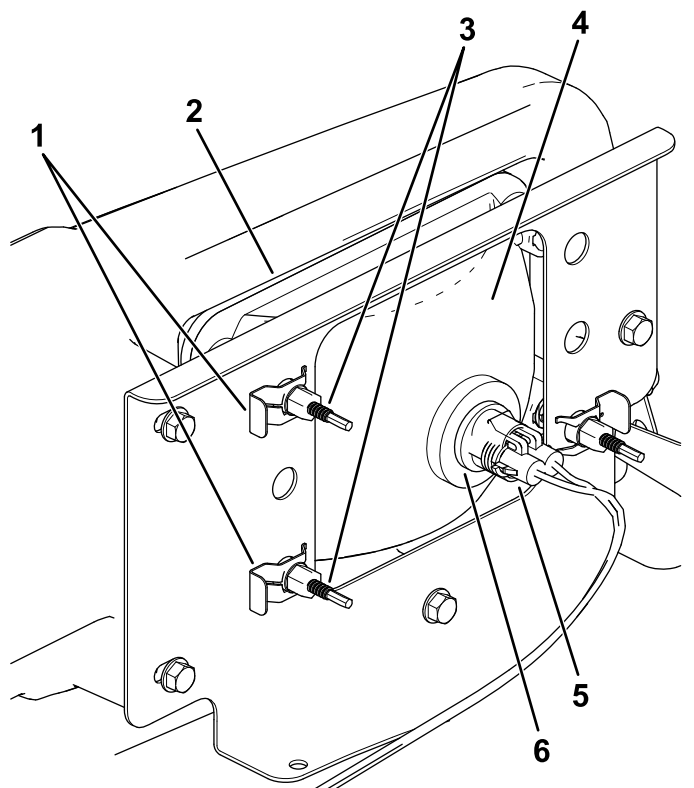

Figure 52
3. Débranchez le connecteur électrique sur le faisceau du connecteur du phare (Figure 52).
4. Retirez les clips rapides qui fixent le phare sur son support (Figure 52).
5. Déposez le phare en le poussant vers l'avant et hors de l'ouverture dans le pare-chocs avant (Figure 52).
6. Insérez le phare de rechange dans l'ouverture du pare-chocs (Figure 52).
8. Branchez le connecteur électrique du faisceau sur le connecteur du phare (Figure 52).
5. Au dos du phare, tournez les vis de réglage (Figure 52) afin de faire pivoter le phare et d'aligner la position du faisceau projeté.